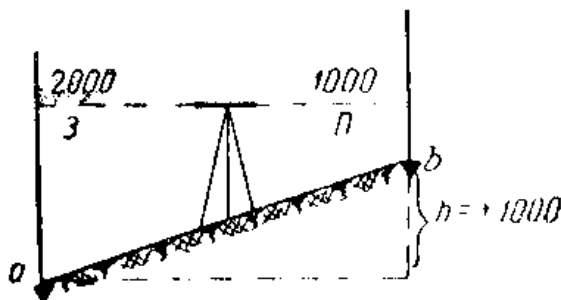

Рисунок 13. Определение превышения при одной постановке нивелира
**Пример.** Определить превышение  $h$  (рисунок 13), если отсчет по задней рейке  $З = 2000$  мм, а по передней рейке  $П = 1000$  мм.